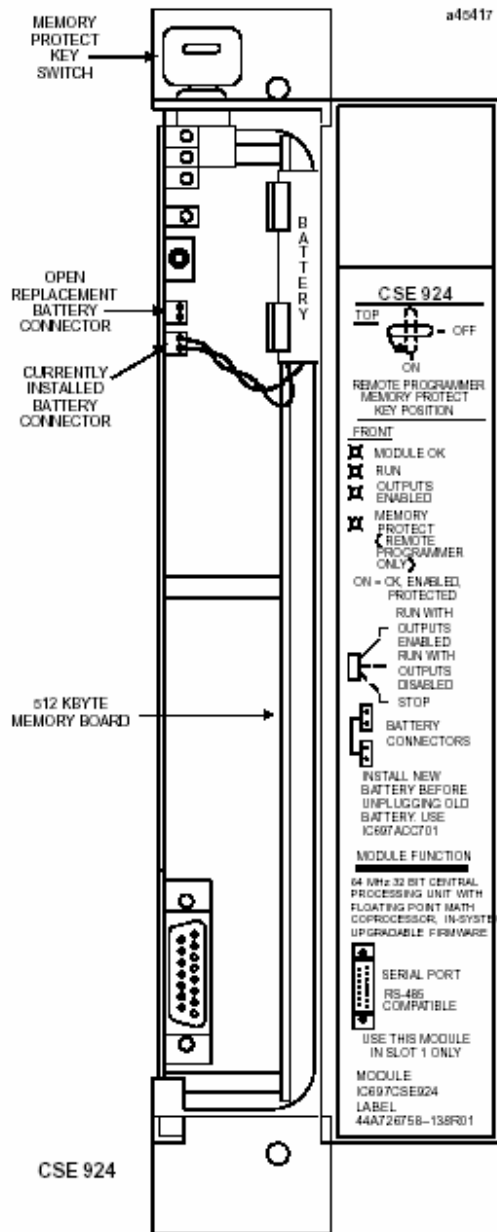

图 1. CSE924 的安装特征位置
- 电池要和模块上任一个电池连接器连接(见图1)
15针 D连接器提供和CPU RS-485兼容串行端口的连接如图1所示。